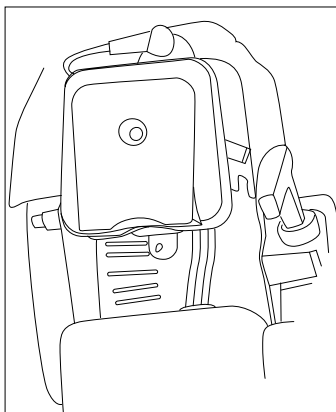

Рис.6
2. Несколько раз запустите заправочный насос до достижения потока топлива из прозрачной трубки (Рис.6).